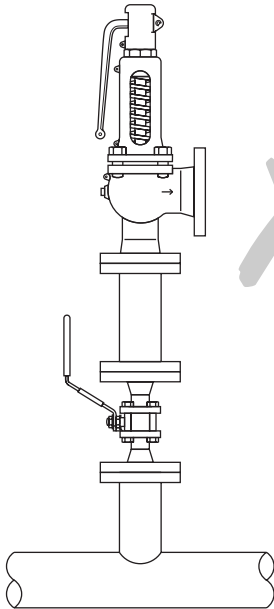

Fig. 4
- 5.3 No debería haber válvula de interrupción entre el recipiente de presión y la válvula de seguridad (Fig. 4).